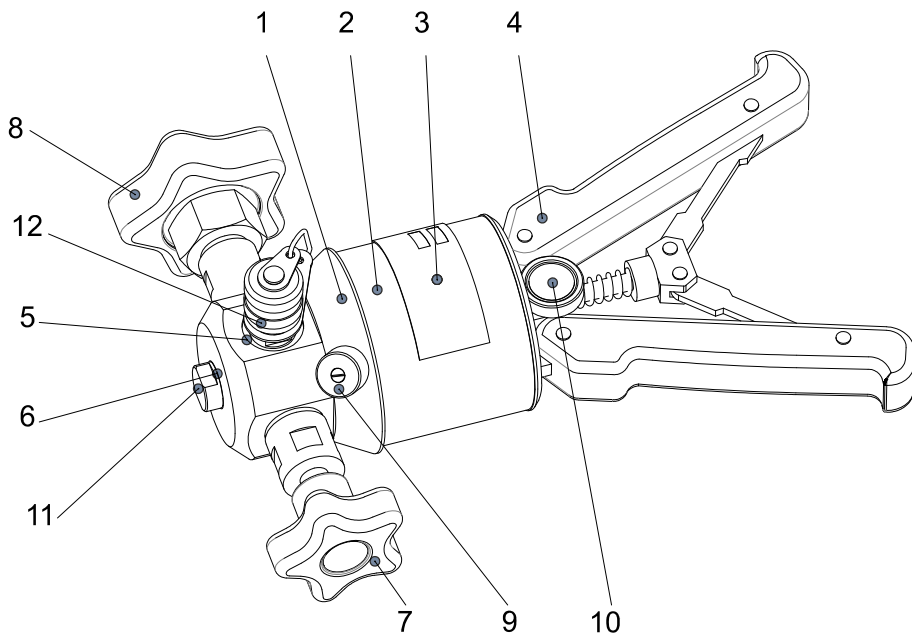

Рисунок 1 – Насос ручной гидравлический ЭЛМЕТРО-ГРН-600
Маркировка насоса производится на табличке паспортной (поз. 3, рисунок 1).
2.2.1 Открутить клапан (поз. 9, рисунок 1). Заполнить резервуар для жидкости (поз. 2, рисунок 1).
Давление в системе создается с помощью рычажного механизма насоса (поз. 4, рисунок 1), узла точной настройки (поз. 8, рисунок 1), клапана сброса (поз. 7, рисунок 1).
- винт узла точной настройки (поз. 8, рисунок 1) установить в среднее положение;
- закрыть клапан сброса (поз. 7, рисунок 1), вращая ручку клапана по часовой стрелке;
- сжать рычажный механизм насоса (поз. 4, рисунок 1) и повернуть переключатель длины хода поршня насоса (поз. 10, рисунок 1) в положение «меньше»;
- выбрать удобную для работы длину хода поршня с помощью переключателя длины хода поршня насоса (поз. 10, рисунок 1);
- создать предварительное давление, близкое к требуемому значению с помощью рычажного механизма (поз. 4, рисунок 1);
- установить требуемое значение выходного давления с помощью узла точной настройки (поз. 8, рисунок 1).
- при недостаточности регулировки давления узлом точной настройки (поз. 8, рисунок 1) произвести дополнительную подкачку с помощью рычажного механизма (поз. 4, рисунок 1) или частичный сброс давления с помощью клапана сброса (поз. 7, рисунок 1).
- после завершения работы с насосом, сбросить давление в системе до атмосферного, вращая ручку клапана (поз. 7, рисунок 1) против часовой стрелки.